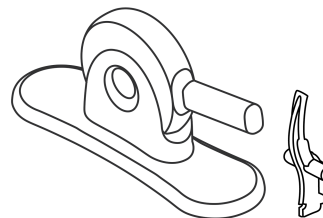

Figure 5 : Sertisseur et butée de sertissage à 2 pièces Edwards
■ Afbeelding 5: Edwards krimper en tweedelige krimperstop
■ Abbildung 5: Edwards Crimper und zweiteiliger Crimp-Stopper